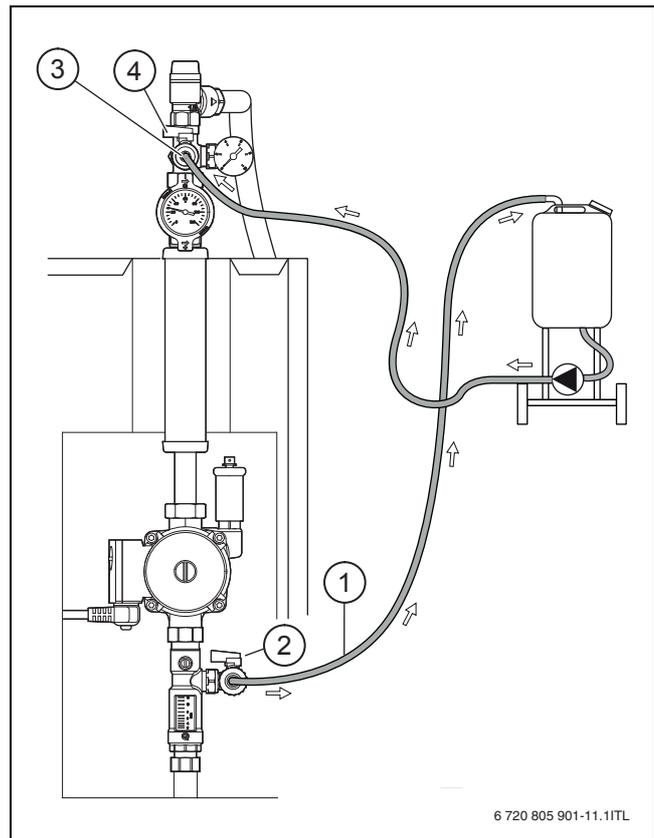

Fig. 19 Abastecer a instalação solar
- ▶ Ligar o dispositivo de enchimento (→ fig. 19).
- ▶ Fechar a torneira de fecho em baixo (→ fig. 19, [2], página 16).
- ▶ Se a pressão operacional for alcançada, fechar a torneira de fecho superior (→ fig. 19, [4], página 16).